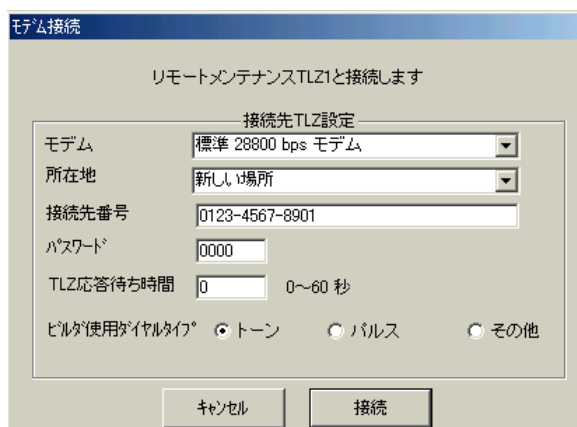

図18: モデム接続画面
**実行**をクリックすると TLZ1 に設定ファイルを書き込みます。リモートの場合は、図 18 のモデム接続画面が表示されます。